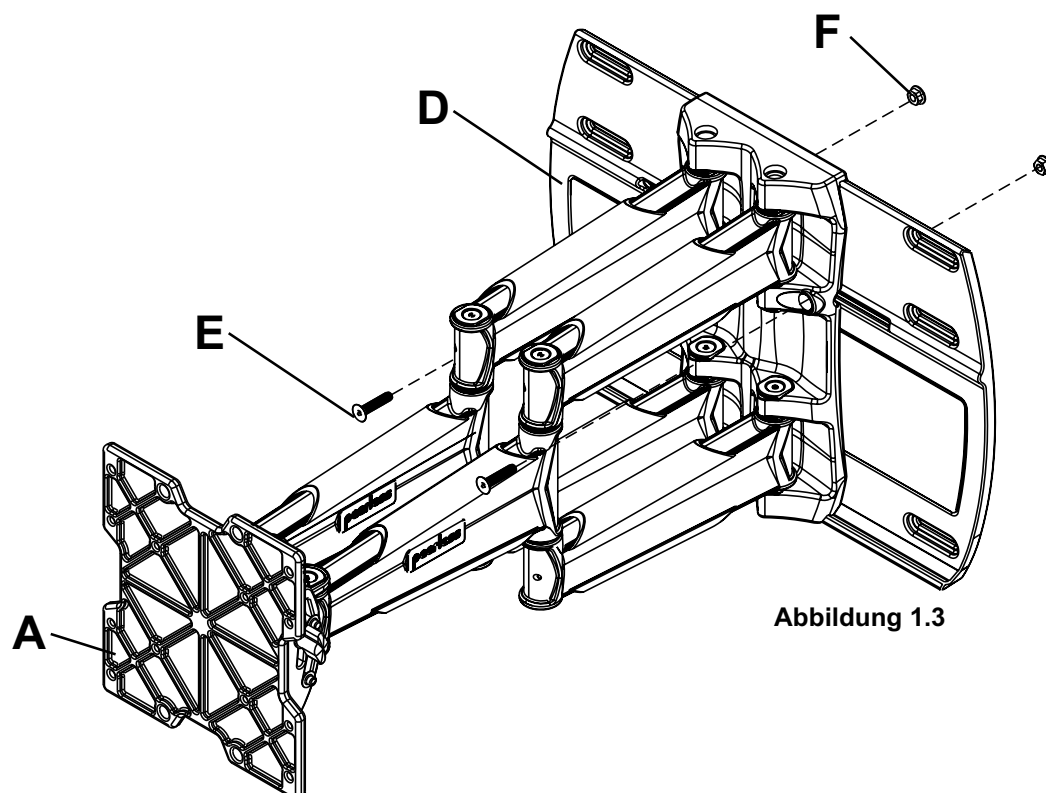

Abbildung 1.3
Befestigen Sie den Arm (A) mit einem 3/16 Zoll Inbusschlüssel (N) und den zwei 5/16-18 x 44 mm Flachkopf-Inbusschrauben (E) und den zwei 5/16 Zoll 18 Muttern (F) an der Wandplatte (D) (siehe Abbildung 1.3). **HINWEIS: BEIDE 5/16-18 x 44 mm Flachkopf-Inbusschrauben (E) müssen mit den 5/16 Zoll 18 Muttern (F) sicher an der Wandplatte befestigt werden. Den Arm nicht einstellen, wenn der Bildschirm befestigt ist.**